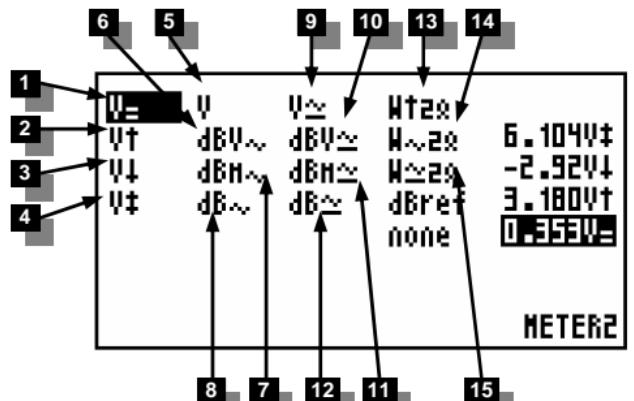
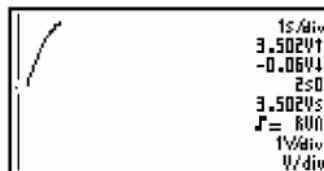

Fig 29
Fig 30
- Als het signaal buiten het scherm verdwijnt of te klein is voor metingen, zal de uitlezing ??? aanduiden. (**Fig 29**)
- Voor tijdbasisSEN van 1s/div en trager kunnen de instellingen niet veranderd worden en staan deze vast ingesteld op: Vsample, sample tijd, Vmin en Vmax. (**Fig 30**)
- Si le signal sort de l'écran, ou lorsque le signal est trop petit pour être mesuré, trois points d'interrogation "???" sont affichés. **Fig 29**
- Pour des bases de temps de 1s/div et plus lentes, les paramètres ne peuvent pas être modifiés et sont donc fixes: Vsamp, sample time, Vmin et Vmax. (**Fig 30**)
- Wenn das Signal aus dem Bildschirm verschwindet oder wenn das Signal bei dB-Messung zu klein ist, zeigt die Anzeige ??? an (**Abb. 29**)
- Für alle Wechselspannungsmessungen (AC): Stellen Sie sicher, dass eine oder zwei Perioden auf dem Bildschirm zu sehen sind oder benutzen Sie die „Auto“ Taste.
- Für Zeitbasen von 1Sek./Div und langsamer können die Einstellungen nicht geändert werden und stehen auf Vsamp, Sample-Zeit, Vmin und Vmax fest eingestellt. (**Fig 30**)